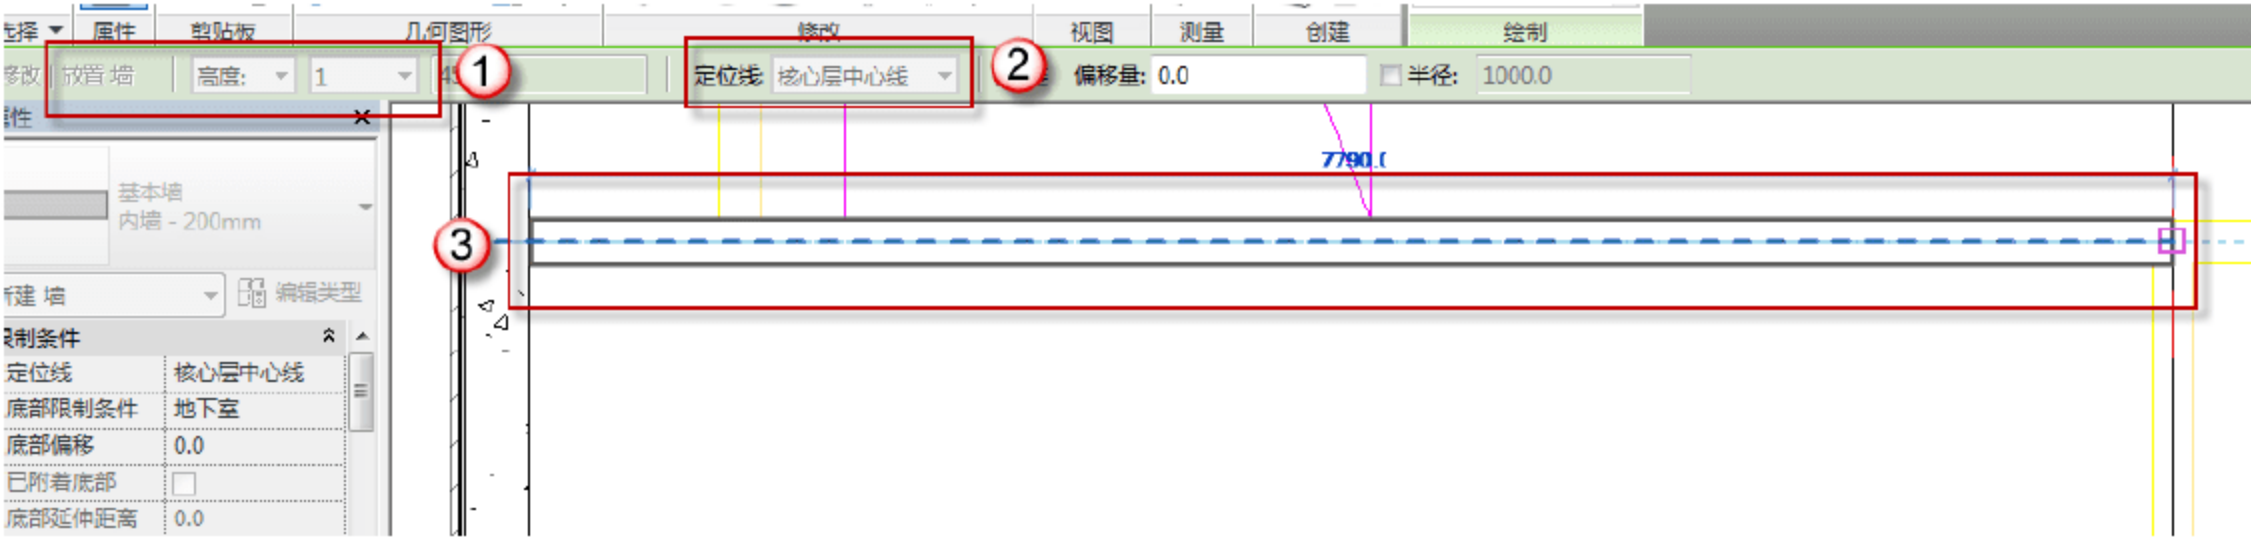

图 9.1.37 绘制“内墙-200mm”
(10) 绘制“内墙-200mm”。在绘图界面中，放置墙选择“高度”，楼层为“1”，“定位线”选择“核心层中心线”，这样就可以开始绘制墙体了，如图 9.1.37 所示。